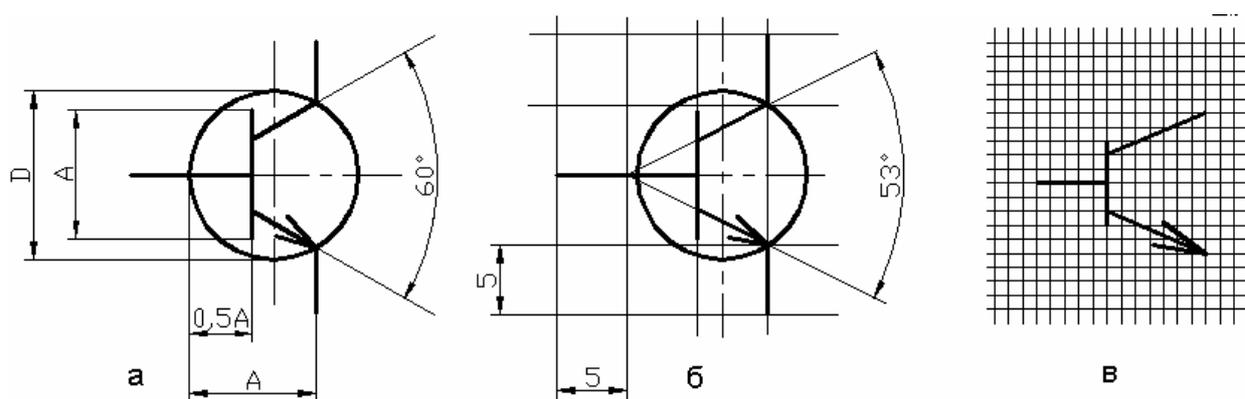

Рис. 3.2
Рассмотрим особенности формирования схемного символа на примере биполярного транзистора. В соответствии с ГОСТ 2.730-73 УГО биполярного транзистора формируется геометрическим построением. В круге диаметром 12 или 14 мм под углом 60° друг к другу и симметрично относительно диаметра строятся два луча. Размер “А” между исходной точкой лучей и точкой их пересечения с окружностью составляет 9 или 11 мм и определяет все остальные размеры УГО. Линия базы транзистора строится на расстоянии $0,5A$ от исходной точки лучей и имеет длину, также равную А (рис. 3.2, а).
Изменением ИУС № 6 1989 г. к ГОСТ 2.730-73 установлен способ черчения и определения размеров УГО полупроводниковых приборов в модульной сетке (рис. 3.2, в). Это также малополезно при нашем подходе (единая сетка для всех компонентов проекта). Хотя в упоминаемом “Изменении” не указано значение модульного шага, при строгом следовании приведенному в нем рисунку (см. рис. 3.2, в) затруднительно построить УГО так, чтобы оно соответствовало сформулированному требованию единой сетки для цифровых и аналоговых компонентов.
Представляется рациональным решение, изображенное на рис. 3.2, б. Линии УГО проводятся через узлы 5-миллиметровой сетки, штрихи электрических контактов также имеют длину 5 или 10 мм, а окружность, изображающая корпус транзистора (ее изображение, по ГОСТ 2.730-73, с изме-
нением ИУС № 6 1989 г., не обязательно), смещена вправо так, что ее контур проходит через точки окончания линий эмиттера и коллектора. Угол раствора коллектора и эмиттера составляет при этом 53°. На глаз различия изображений рис. 3.2, а и б совершенно незаметны.
3) Проложить необходимое число отрезков, образующих элементы УГО (рис. 3.2, б), фиксируя начало и конец каждого щелчком левой клавиши. Черчение очередного отрезка завершается щелчком правой клавиши мыши или клавишей Esc. Перед вычерчиванием линии эмиттера клавишей Tab снова активизировать настройку параметров и указать стрелку на конце отрезка.